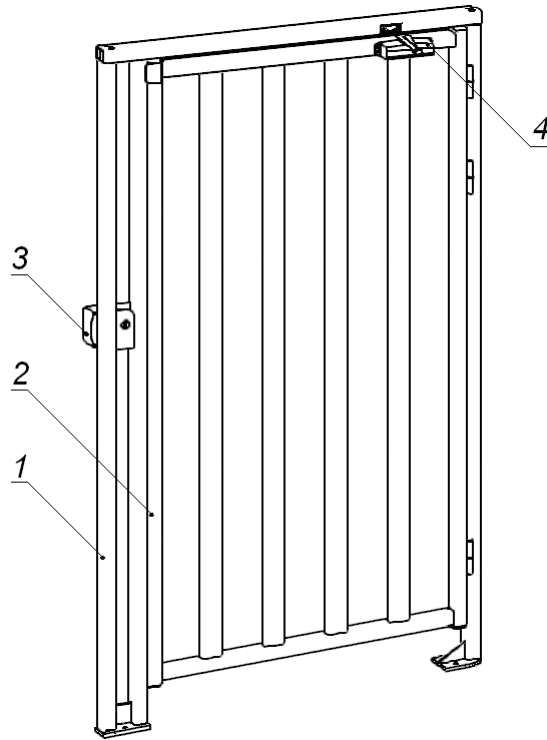
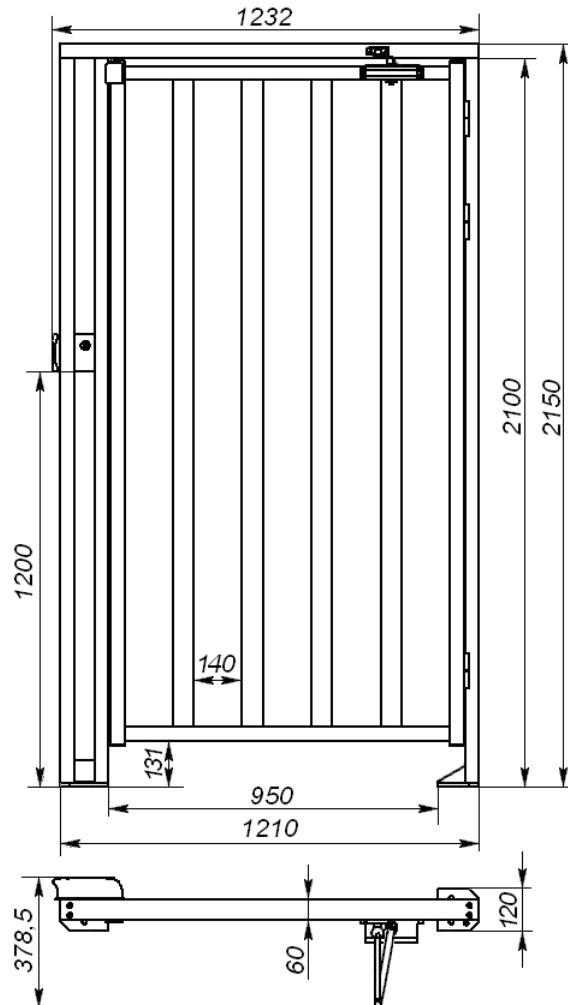

Рисунок 1. Общий вид калитки PERCo-WHD-15
Рисунок 2. Габаритные размеры калитки PERCo-WHD-15
¹ Габаритные размеры изделия представлены также на рис. 2
Устройство калитки показано на рис. 1. Габаритные размеры калитки указаны на рис. 2. Номера позиций в тексте руководства даны в соответствии с рис. 1, если не указано иначе. Калитка состоит из: рамы (1); створки (2); замка электромеханического (3); доводчика (4).